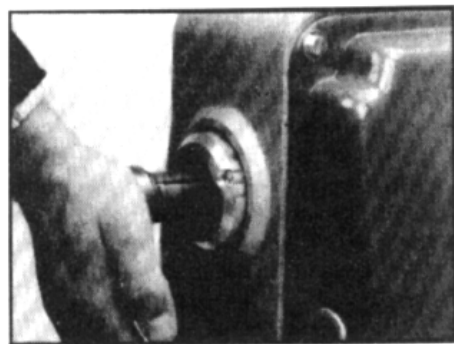

Рис.7.
- a. Нажмите цангу слегка рукой в сторону корпуса машины до тех пор, пока она не войдет во фланец (рис.7).